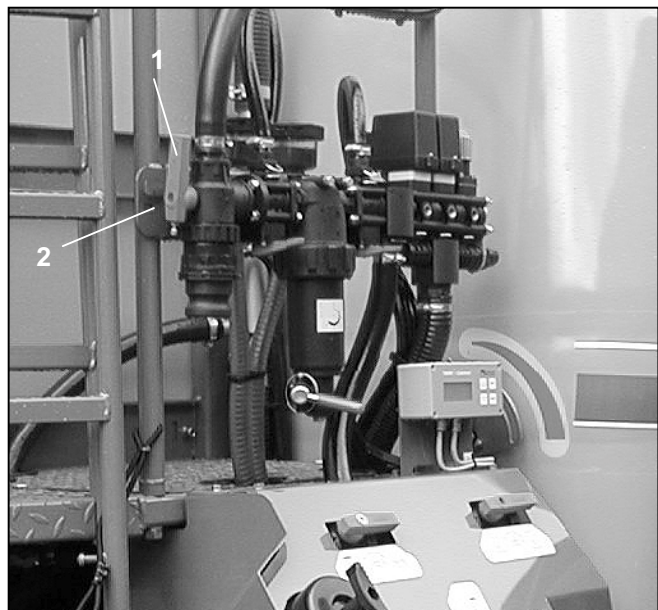

Рис. 7.24
- Стопор (Рис. 7.24/1) поверните назад, переключающий кран (7.24/2) поверните назад и слейте остатки жидкости.